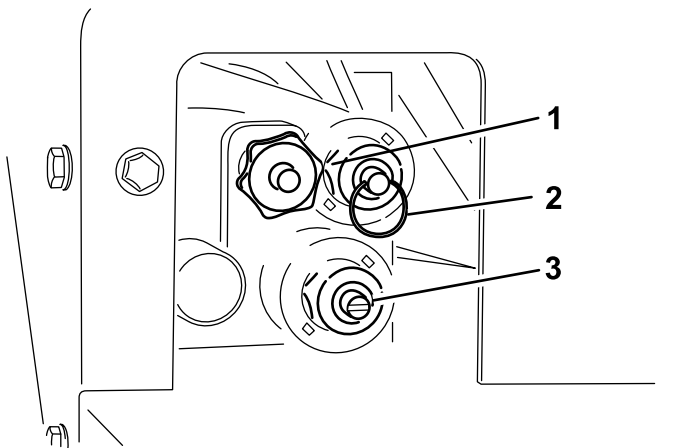

Figura 26
El mando de control manual está en el lado del conductor del sistema hidráulico (Figura 26).
- Para elevar la tolva (Figura 26), presione el anillo del husillo de la válvula.
- Para bajar la tolva (Figura 26), tire del anillo del husillo de la válvula.
- Para ajustar la velocidad del rotor (Figura 26), utilice un destornillador de punta plana, girando en el sentido de las agujas del reloj para aumentar la velocidad o en el sentido contrario de las agujas del reloj para reducirla.
- Para ajustar la velocidad del Suelo (Figura 26), gire el pomo en el sentido de las agujas del reloj. Se utiliza la máxima velocidad del Suelo en el sistema operativo codificado por colores, de manera que este ajuste puede realizarse sin tener ningún caudal hidráulico. Esto es de especial importancia cuando la tolva está llena de arena.